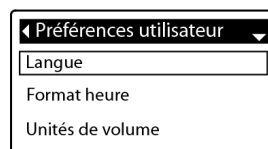

FIG.43
3. Appuyez sur SELECT (O) pour afficher le menu Préférences de l'utilisateur (Figure 43).
7. Appuyez sur SELECT (O). L'affichage reviendra au menu Préférences de l'utilisateur (Figure 43).